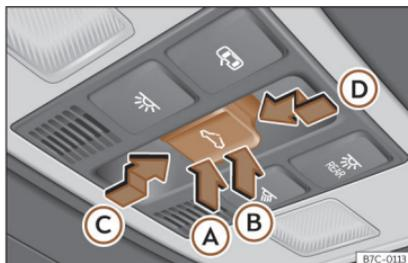

Fig. 84 Nel rivestimento interno del tettuccio: tasto del tettuccio di vetro.
Il tasto  fig. 84 presenta due livelli. Nel primo livello è possibile porre il tettuccio di vetro in posizione di deflettore e aprirlo o chiuderlo, completamente o parzialmente.
- *Tettuccio in vetro*: approssimativamente 5 secondi dall'attivazione della protezione anti-trappola, premere il tasto ⏪»» fig. 84 fino al secondo livello nel senso della freccia»» fig. 84 Ⓧ finché il tettuccio non si sarà chiuso completamente.